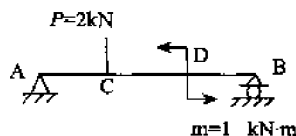

图 6-29
2. 已知如图 6-29 所示的梁在 m 单独作用下, C 截面的挠度为 $3\text{mm}(\downarrow)$,则在 P 单独作用下 D 截面的转角为____转向为____。